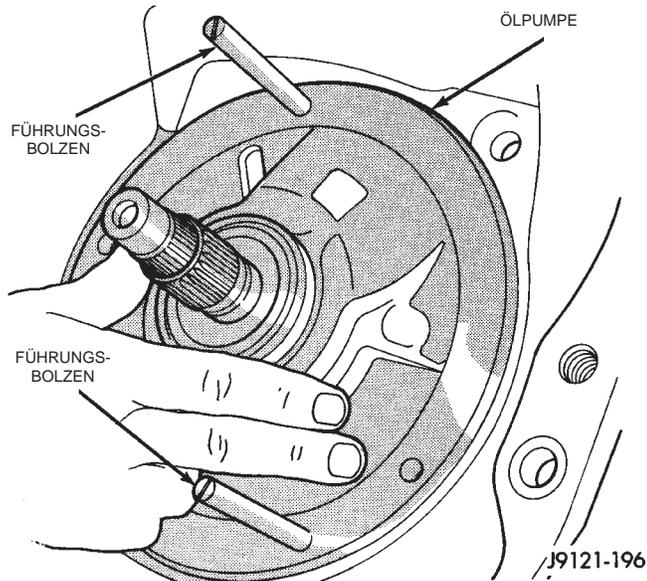

Abb. 109 Ölpumpe und Leitradstütze montieren
(41) Ölpumpe montieren (Abb. 109). Pumpe auf den Führungsbolzen zentrieren. Die Pumpe auf den Bolzen abwärts in die Nabe der vorderen Kupplung gleiten lassen und von Hand in Einbaulage im Getriebegehäuse bringen. Anschließend 2 bis 3 Halteschrauben der Pumpe eindrehen, um die Pumpe in Einbaulage zu fixieren.
(42) Führungsbolzen herausdrehen und die übrigen Ölpumpenschrauben eindrehen. Die Schrauben abwechselnd über Kreuz mit 20 N·m (15 ft. lbs.) anziehen.